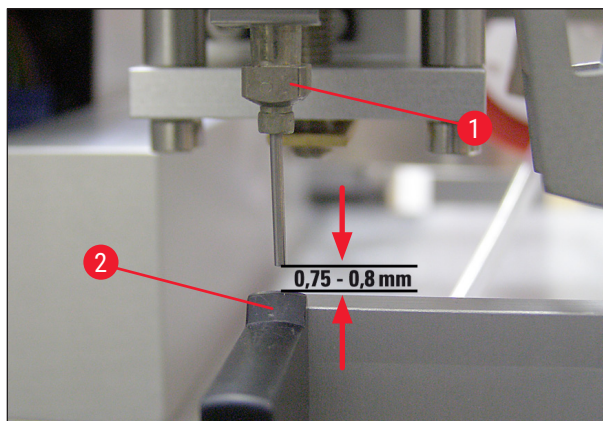

Fig. 19
8. Înălțimea setată a acului dispenser poate fi inspectată din nou printr-o inspecție vizuală din față (→ Fig. 19).